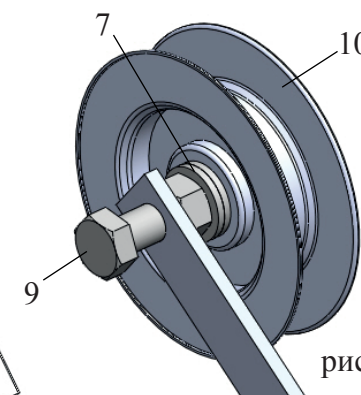

рис. 14
5.2 Надеть на болт М12 (9) регулировочные шайбы (7) и шкив (10) (рис.14).